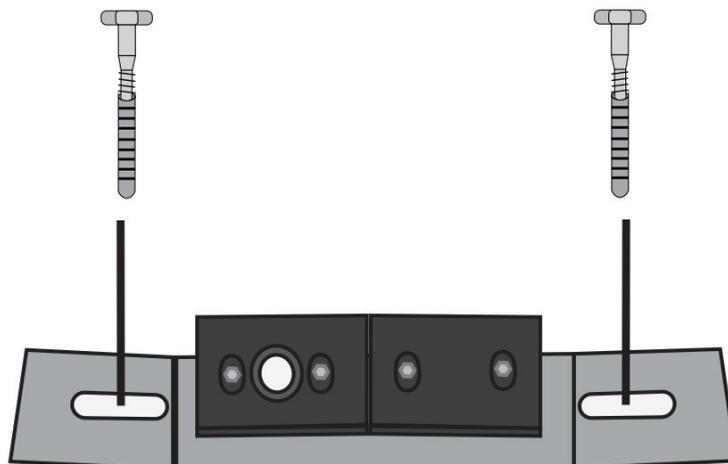

Abb. 11 Riegelfuß
- Bei Toren ohne Schwelle sollte der Riegelfuß mittels Dübeln am Boden verschraubt werden.. (Abb.11)